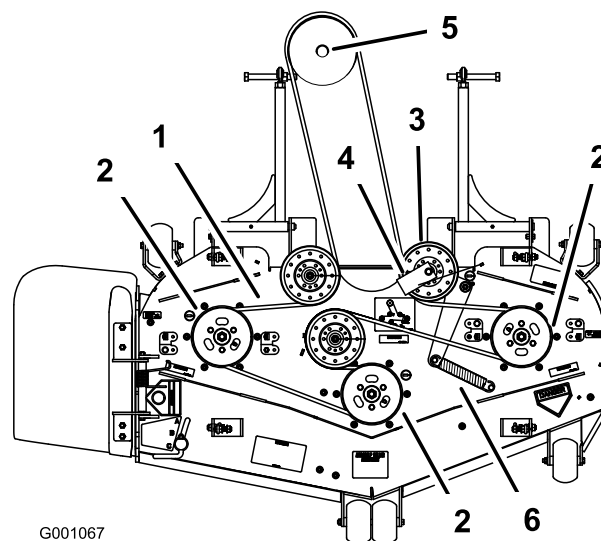
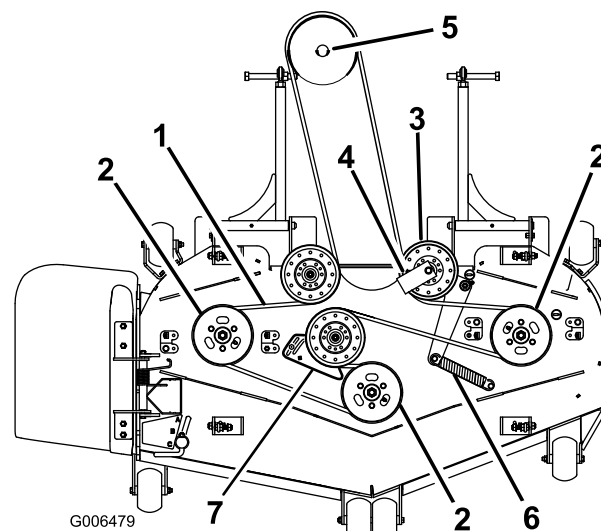
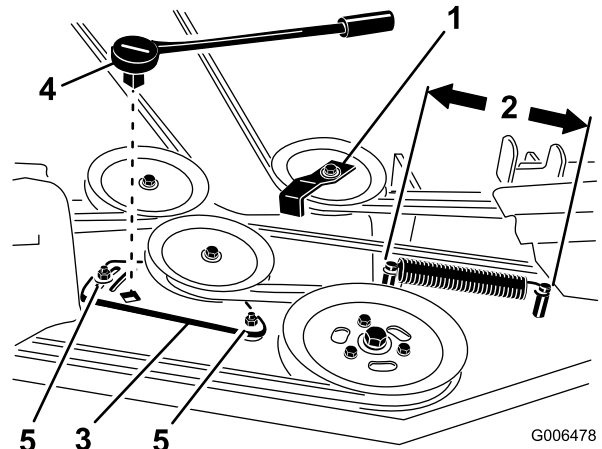

Figure 58
Figure 60
Figure 62
6. Acheminez la courroie neuve autour des poulies du plateau de coupe et de la poulie du boîtier d'engrenages, sous le moteur (Figure 58).
7. Raccrochez le ressort au bras de la poulie de tension (Figure 58).
8. Montez le guide-courroie sur la poulie de tension rappelée par ressort à un angle de 45 degrés comme illustré à la Figure 58.
4. Desserrez les boulons de fixation de la plaque du bras de tension (Figure 62).
6. Enlevez le guide de courroie sur la poulie de tension rappelée par ressort comme illustré à la Figure 60 et Figure 62.
8. Acheminez la courroie neuve autour des poulies du plateau de coupe et de la poulie du boîtier d'engrenages, sous le moteur (Figure 60).
9. Montez le guide de courroie sur la poulie de tension rappelée par ressort à un angle de 45 degrés comme illustré à la Figure 58 et Figure 62. Serrez le boulon à un couple de 37 à 45 Nm (27–33 pi-lb).
10. Montez le ressort de la poulie de tension sur les deux montants (Figure 58 et Figure 62).
4. Mesurez la longueur du ressort (Figure 62). Si le ressort mesure entre 25,4 et 26 cm (10 et 10-1/4 po), d'un montant à l'autre, aucun réglage n'est nécessaire.
5. Desserrez les boulons de fixation de la plaque du bras de tension (Figure 62).
6. Insérez un manche à rochet ou une barre de levier dans le trou carré de la plaque pour régler la tension (Figure 62).
ce que le ressort soit distant de 25,4 à 26 cm (10 à 10-1/4 po) d'un montant à l'autre, comme illustré à la Figure 62.
8. Tout en maintenant la courroie tendue, serrez les boulons de fixation de la plaque du bras de tension (Figure 62).